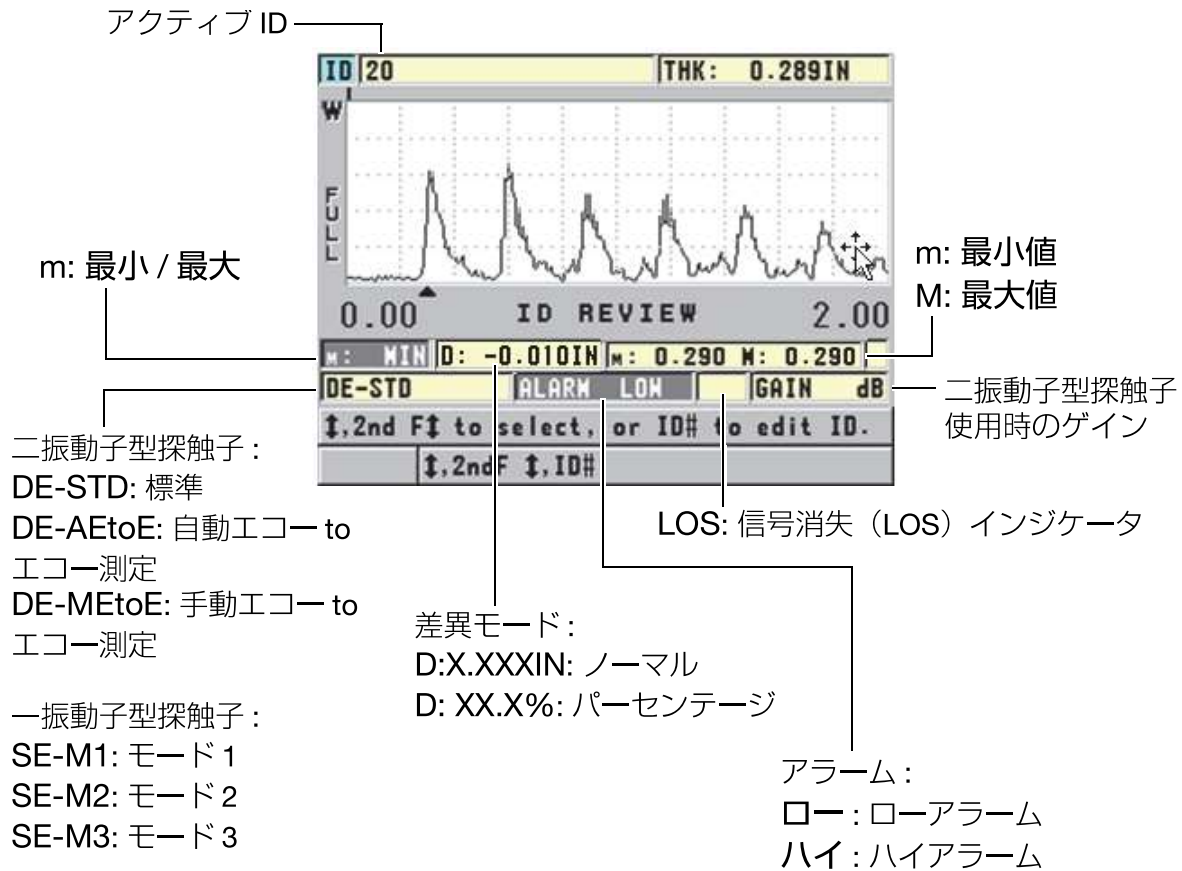

図 6-36 ID レビュー画面の確認
116 ページ図 6-36 に、ID レビュー画面の例を示し、その内容について説明します。波形の下の領域は、表示された保存厚さ値について記述するステータスフラグのために予約されています。フラグは、送信コマンドを使用して厚さ計から送信されるステータスワードと同じ 1 文字の省略形です (187 ページ 11 参照)。
3. ID レビュー画面で (116 ページ図 6-36 参照)、次の操作を行います。